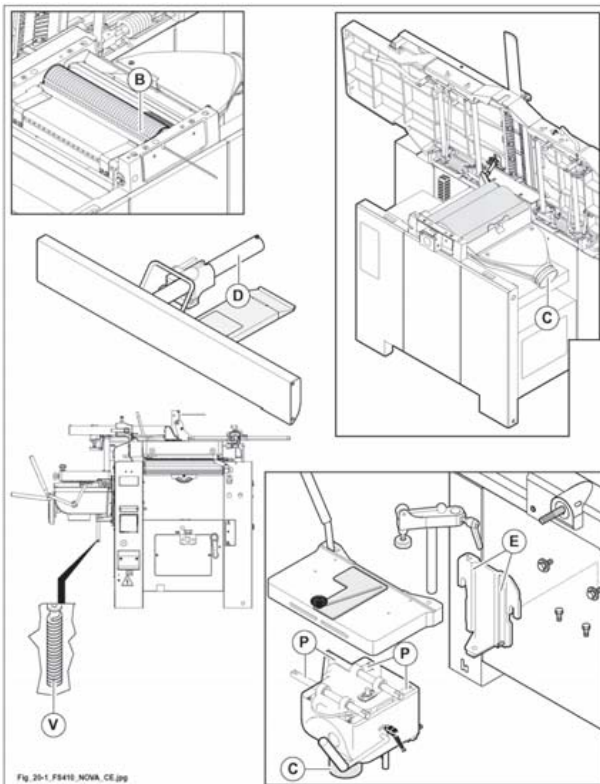

Fig. 20.1
- le cuffie di aspirazione (C fig. 20.1), controllando che non vi siano occlusioni.
- gli utensili (B fig. 20.1) del gruppo pialla;
- la barra di scorrimento (D fig. 20.1) della guida filo;
- gli elementi a coda di rondine (E fig. 20.1) per scorrimento cavatrice
- le barre di scorrimento (P fig. 20.1) del piano cavatrice
- la vite di sollevamento (V fig. 20.1) della cavatrice